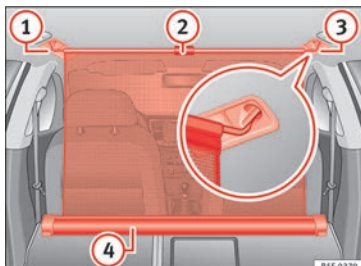

Fig. 127 En el maletero: red de separación enganchada con los respaldos del asiento trasero abatidos.
- Tire hacia arriba de la lengüeta » **fig. 127** (2) para sacar la red de la carcasa » **fig. 127** (4).
- Enganche la red de separación en el lado derecho » **fig. 127** (3) (imagen ampliada).
- Enganche la red de separación en el alojamiento del lado izquierdo » **fig. 127** (1) estirando la barra.
La red de separación está correctamente montada cuando los extremos en forma de T están enganchados firmemente en los alojamientos correspondientes » **fig. 127** (3) y (1).
- Enrolle la red en la carcasa » **fig. 127** (4) bajándola con la mano.